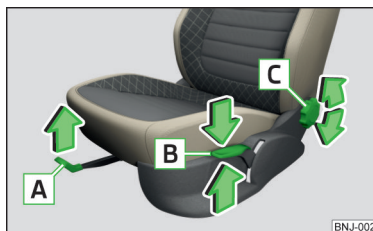

Fig. 54
**Elementele de comandă ale scaunului » fig. 54**
- Trageți maneta **A** » fig. 54 în sensul săgeții și împingeți scaunul în direcția dorită.
- Trageți, respectiv împingeți repetat maneta **B** » fig. 54 în sensul uneia dintre săgeți.
- Rotiți roata de mână **C** » fig. 54 în sensul uneia dintre săgeți.